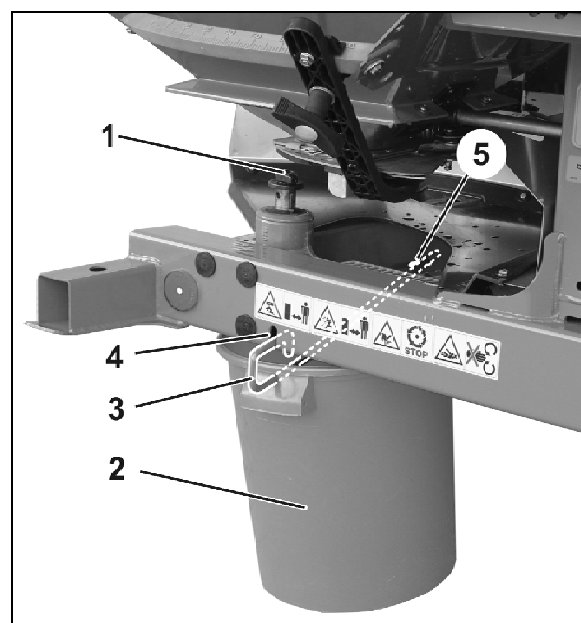

Fig. 56
- 2.1 Flügelmutter (Fig. 56/1) zur Befestigung der linken Streuscheibe heraus-schrauben und Streuscheibe von Ge-triebewelle abziehen.
3. Auffangbehälter (Fig. 56/2) mittels Bügel (Fig. 56/3) in die Aufnahmen (Fig. 56/4 und Fig. 56/5) am Rahmen einhängen.